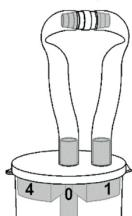

Abb. 4
- Koble begge slangeendene godt til slangekontakten. Sugepolypp-fellen er dermed forseglet (Fig. 4).